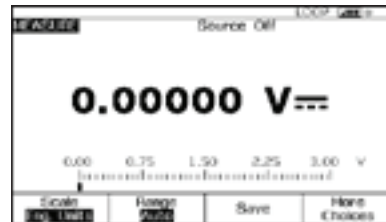

Figura 21.
5. A continuación, pulse el botón "MEAS/SOURCE" (Medir/Generar) para entrar en el modo de pantalla dividida (Figura 21).